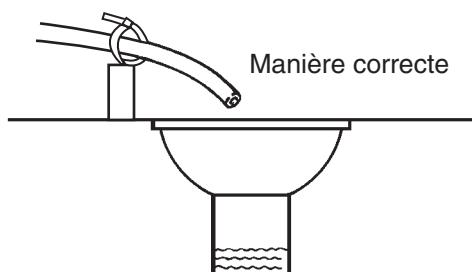

Figure 8 Raccord du tuyau de vidange
**Avertissement** N'introduisez jamais un tuyau de vidange directement dans une vidange, un tuyau d'égoût ou un siphon (Figure 8 Raccord du tuyau de vidange). Laissez toujours un espace d'air entre le tuyau de vidange et l'eau usée pour empêcher la possibilité du siphonnement à rebours des eaux d'égoût dans l'adoucisseur.